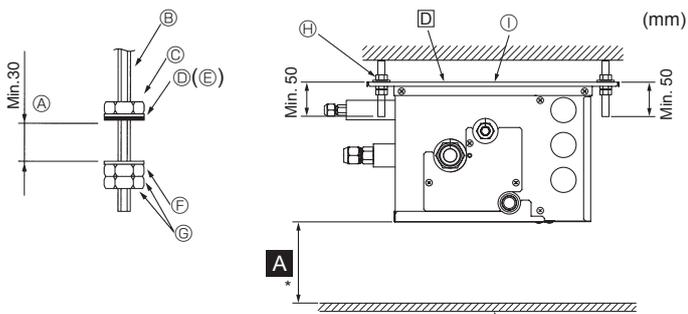

Fig. 6-1
- (2) Montera brickor och muttrar (①, ②, införskaffas lokalt) på upphängningsbultarna. (Fig. 6-1)
- (3) Häng upp enheten på upphängningsbultarna.
- (4) Dra åt muttrarna helt (kontrollera takhöjden).
- (5) Justera in avgreningsdosan i väg med hjälp av ett vattenpass.
- Ⓓ Bricka (med packning) ①
- Ⓕ Bricka (utan packning) ②